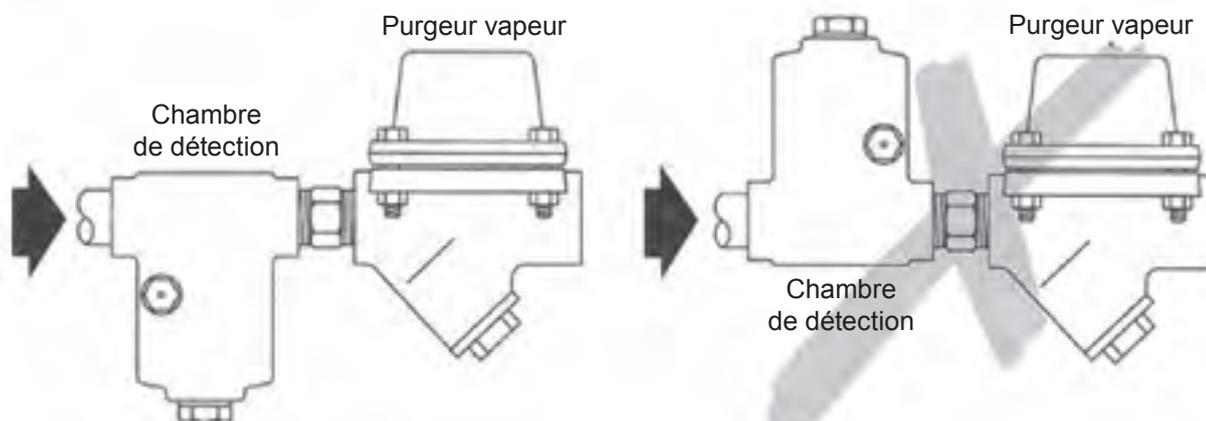

Fig. 2 Installation correcte
**Nota :** installer la chambre de détection uniquement comme indiqué sur la Fig. 2.